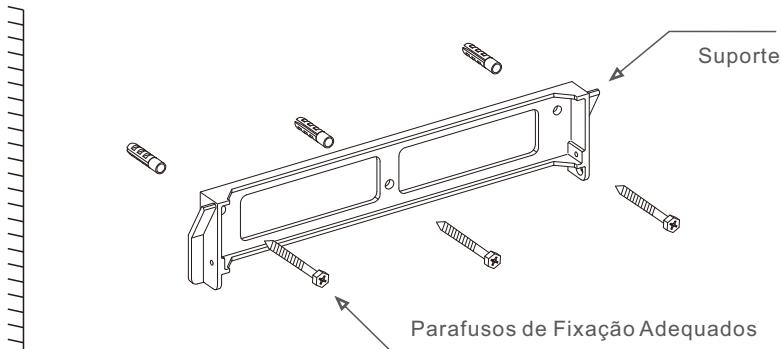
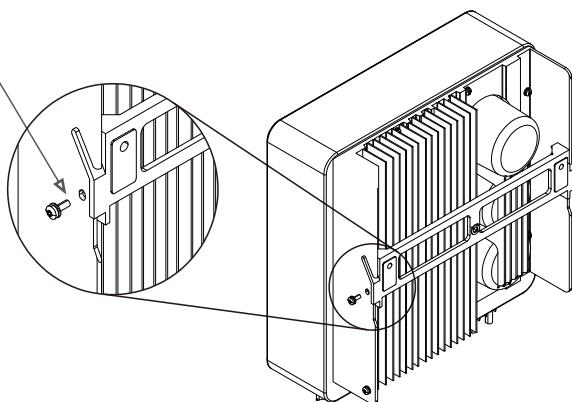

Figura 4.4 Montagem do Inversor na Parede
Figura 4.5 Suporte para Montagem em Parede
Consulte a Figura 4.4 e a Figura 4.5 para obter instruções sobre a montagem do inversor. O inversor deve ser montado verticalmente. As etapas para montar o inversor estão listadas abaixo.
2. Certifique-se de que o suporte esteja na horizontal e que os orifícios de montagem (na Figura 4.4) estejam marcados corretamente. Faça os furos na parede em suas marcas.
- Levante o inversor (tome cuidado para evitar tensão no corpo) e alinhe o suporte traseiro no gabinete do inversor com a seção convexa do suporte de montagem. Pendure o inversor no suporte de montagem e certifique-se de que o inversor esteja seguro (consulte a Figura 4.5).